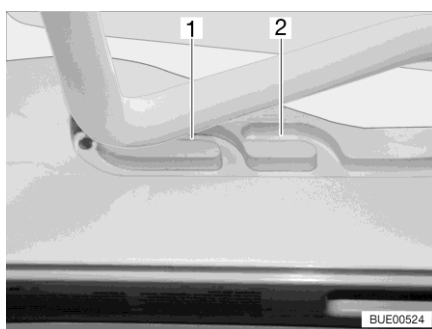
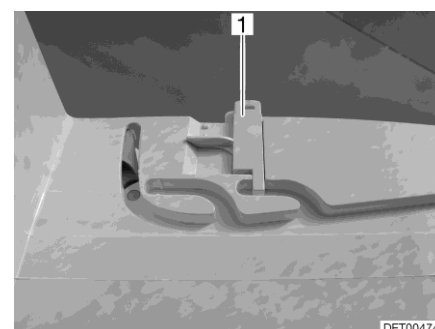

Bild 33 Spår (ventilationsläge)
Bild 34 Lås (ventilationsläge)
Heki-takluckan kan ställas i två ventilationslägen: Läget för dåligt väder (Bild 33,1) och mittläget (Bild 33,2). Beroende på modell kan takluckan låsas i mittläget med de båda spärrarna (Bild 34,1) till höger och vänster om ramen till takluckan.
- Tryck bygeln lätt uppåt och skjut in den i det valda spåret (Bild 33,1 eller 2) och lås eventuellt.